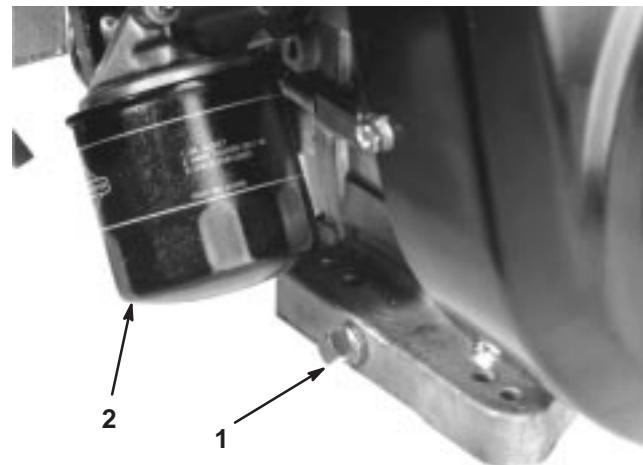

Figure 41
1. Enlevez le bouchon de vidange (Fig. 41) et laissez s'écouler l'huile dans un bac de vidange. Remettez le bouchon quand toute l'huile s'est écoulée.
- 2. Déposez le filtre à huile (Fig. 41). Appliquez une fine couche d'huile sur le joint du filtre de rechange.